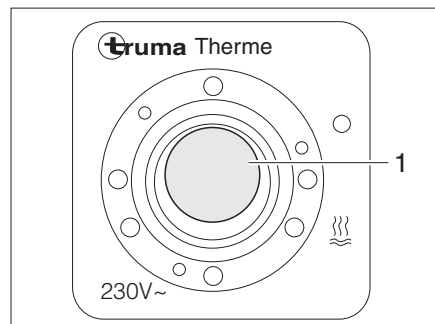

Bild 122 Bedienschalter für Therme
Mit dem Bedienschalter (Bild 122) wird die elektrische Betriebsart eingeschaltet. Die Kontroll-Leuchte (Bild 122,1) im Schalter muss leuchten.
- Bedienschalter (Bild 122) einschalten. Kontroll-Leuchte (Bild 122,1) im Schalter leuchtet.
- Bedienschalter (Bild 122) ausschalten. Kontroll-Leuchte (Bild 122,1) im Schalter erlischt.
- Bedienschalter (Bild 122) ausschalten. Kontroll-Leuchte (Bild 122,1) im Schalter leuchtet nicht.